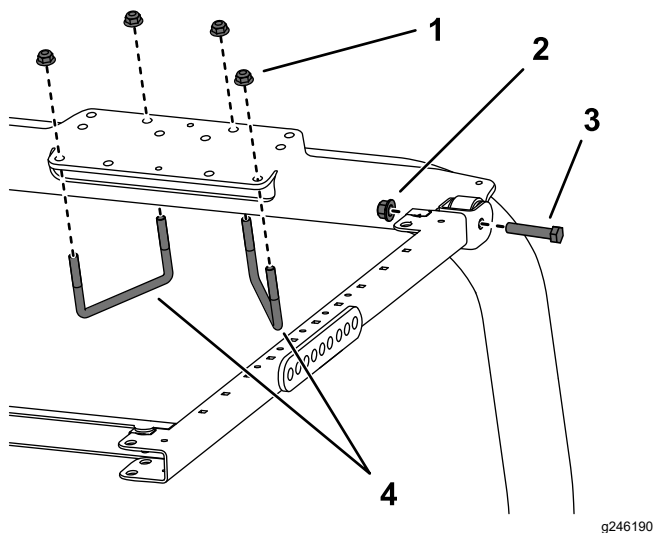

Figura 31
7. Posicione o suporte de montagem do ROPS na parte superior da barra de segurança da unidade de tração (Figura 31). Certifique-se de que a barra de segurança está centrada no suporte de montagem do ROPS.
8. Utilizando os furos de montagem mostrados na Figura 31, prenda cada suporte de montagem do ROPS na parte superior da barra de segurança com duas cavilhas em U ($4\frac{1}{2}$ pol. x $2\frac{3}{4}$ pol.) e quatro porcas flangeadas.